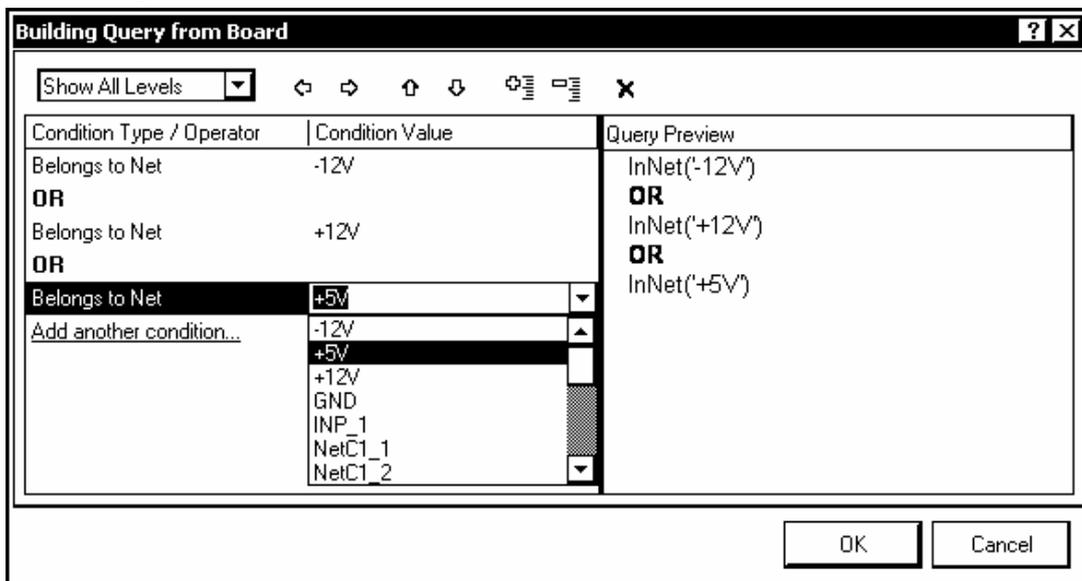

Рис.6.5
3. Щелчком левой клавиши мыши активизировать команду-кнопку Query Builder. Открывается диалоговое окно формирования запросов на определение принадлежности проводника данной ширины цепям схемы, Building Query from Board (рис. 6.5).
6. Повторить действия пп. 4, 5, указав имя следующей цепи, например, цепи “+12V”. Между строками первого и второго условий появляется строка с обозначением логической функции, объединяющей два назначенных условия. Это может быть конъюнкция – функция AND (И) либо дизъюнкция – функция OR (ИЛИ). Щелчком левой клавиши развернуть список из этих двух логических функций и выбрать функцию ИЛИ (OR).
7. Повторяя действия пп. 4...6, составить полный список цепей, для разводки которых предназначается данная ширина проводников. Список этих цепей и правила их объединения в группу отображается в поле Query Preview окна, рис. 6.5.
Аналогично п. 4, развернем в окне, рис.6.5, выпадающий список условий, но выберем в нем условие Belongs to Net Class, после чего в колонке Condition Value развернем выпадающий список классов и укажем в нем класс Signal.